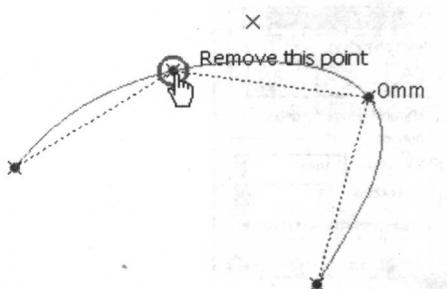
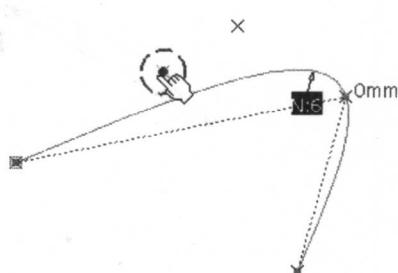

图 1-10
图 1-11
(5) 在对话框中单击 按钮，可以将样条线中的某点删除。首先单击该按钮，再选择需要删除的点，如图 1-10 所示，结果如图 1-11 所示。